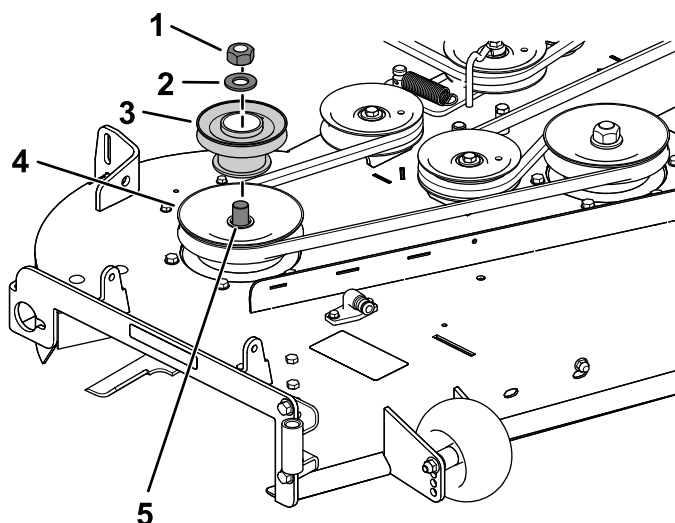

Figura 10
2. Montate il gruppo puleggia sulla puleggia del piatto di taglio di destra con il dado e la rondella rimossi in precedenza (Figura 10).